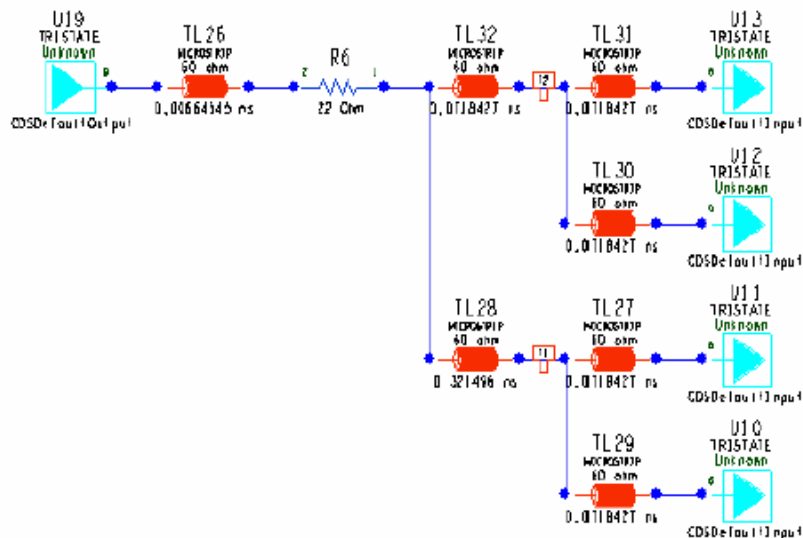

图 10-2 调整后拓扑
4. 按照上一章介绍的方法重新调整拓扑, 请见图 10-2。